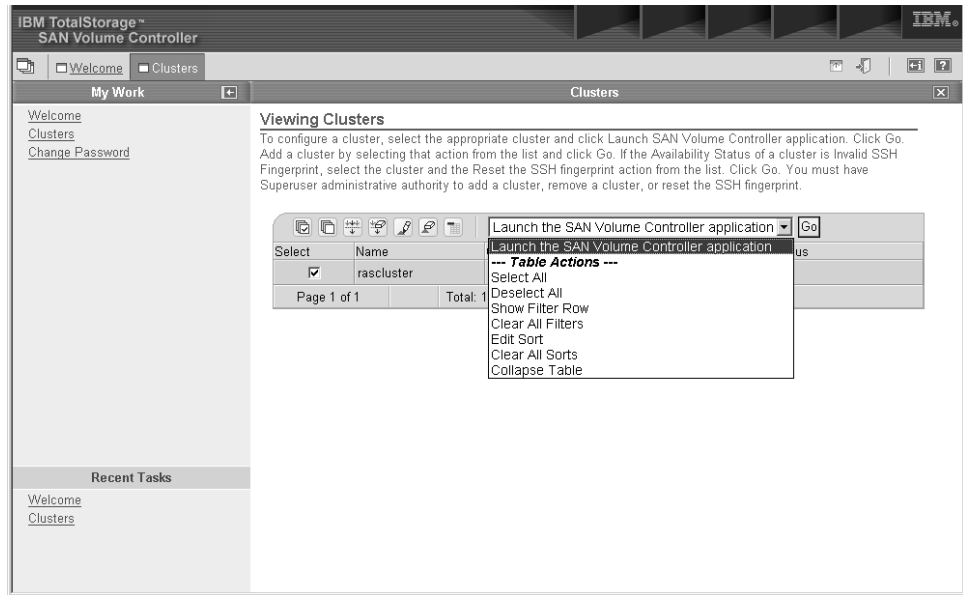

图 22. 选择了下拉菜单的 SAN Volume Controller Console View Cluster 面板
4. 因为 SAN Volume Controller Console 可以支持许多 SAN Volume Controller 群集，您必须首先选择希望为之服务的 SAN Volume Controller 群集。然后如图 22 中所示从下拉菜单选择 **Launch the SAN Volume Controller application**。